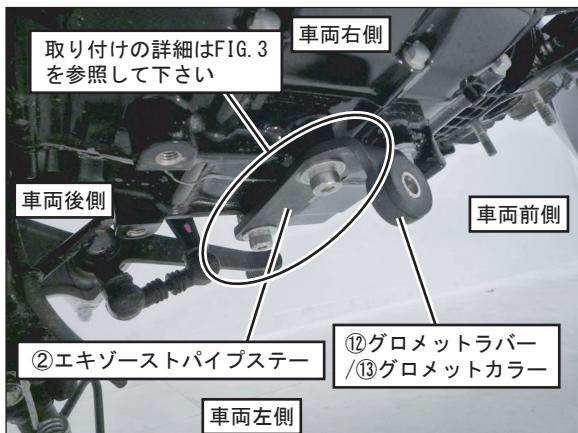

FIG. 2
4. FIG. 2 を参照し、エンジン下のボルト穴に⑤キャップボルトM8×20、⑦平ワッシャM8×20を使用して②エキゾーストパイプステーを仮締めして下さい。 (FIG. 2, 3 参照)